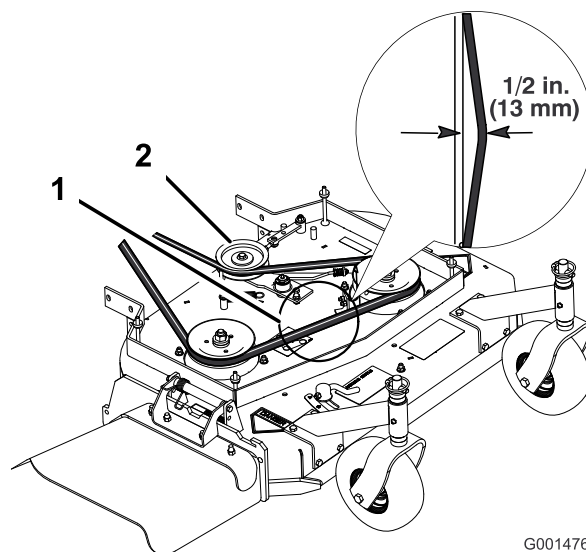
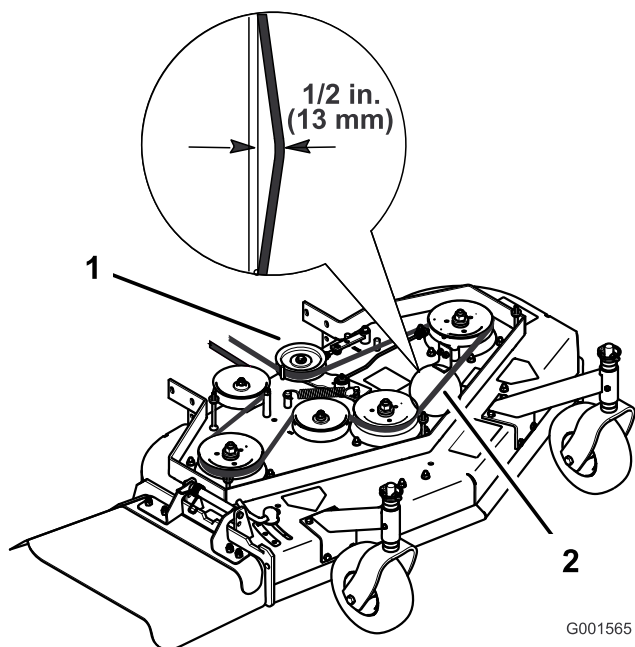

Figure 45
Figure 46
Remarque: La tension correcte de la courroie du tablier de coupe est de 44 à 67 Nm (10 à 15 pi-lb) avec une flèche de 13 mm (1/2 po) à mi-chemin entre les poulies (Figure 45 ou Figure 46).
3. Desserrez le contre-écrou sur le tendeur (Figure 45).
4. Tournez le tendeur vers l'arrière de la tondeuse pour augmenter la tension sur la courroie. Tournez le tendeur vers l'avant de la tondeuse pour réduire la tension sur la courroie (Figure 45).
Remarque: La tension correcte de la courroie du tablier de coupe est de 44 à 67 Nm (10 à 15 pi-lb) avec une flèche de 13 mm (1/2 po) à mi-chemin entre les poulies (Figure 45).
Remarque: La tension correcte de la courroie du tablier de coupe se situe entre 44 à 67 Nm (10 à 15 pi-lb) avec une flèche de 13 mm (1/2 po) à mi-chemin entre les poulies (Figure 46).